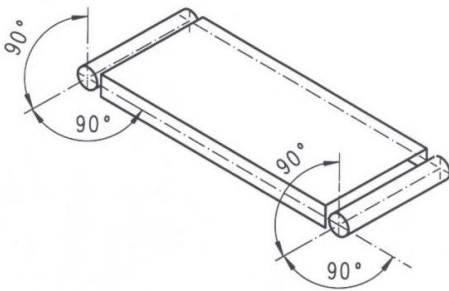

Fig. 9 : Alignement des axes
- Alignez les axes des rouleaux d'entraînement et de renvoi les uns par rapport aux autres et dans l'alignement du corps de bande (Fig. 9).